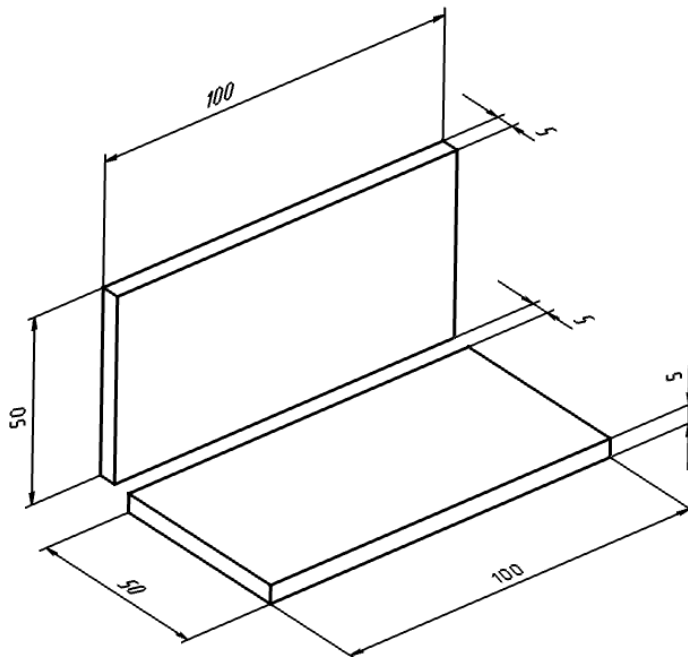

Рисунок 5 – Твёрдотельная модель пластин
**Задача 32.** Смоделировать теплообмен излучением между двумя перпендикулярными пластинами (рисунок 5).